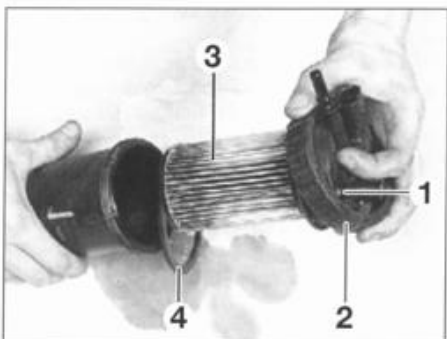

FIG. 31
- Retirar el filtro de combustible (3) (fig. 31).
- Sustituir la junta (4) de la carcasa (fig. 31).